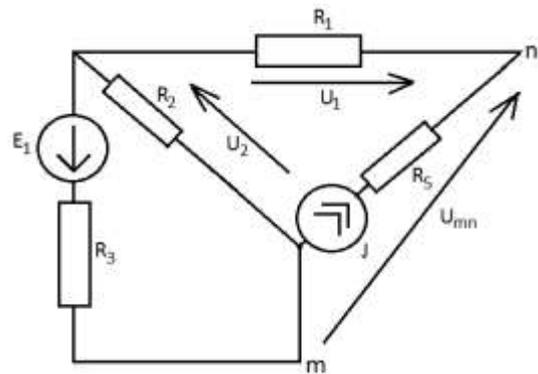
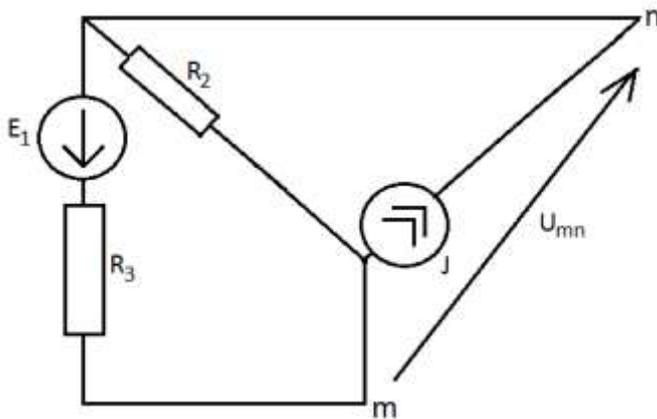

Рис. 126
Рис. 127
1.5.3. Чтобы рассчитать эквивалентную ЭДС генератора, необходимо выбрать путь от точки m до точки n , миновав при этом ветви с источниками тока. Выбранный путь показан на рис. 126. Таким образом, $E_{\Gamma} = U_{mn} = U_1 + U_2$. Рассчитаем эти напряжения. $U_1 = -JR_1 = -5 \text{ В}$, U_2 можно рассчитать, если источник тока перерасчитать в эквивалентный источник ЭДС (ветвь с источником ЭДС E_1 подключена параллельно). При этом учтем, что сопротивление источника тока бесконечно (рис. 127) $E_3 = JR_3 = 10 \text{ В}$.